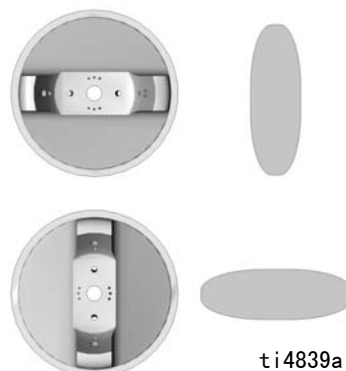

図 2
1. エアキャップを回転させて、希望のスプレーパターンを達成します。図 2 をご参照下さい。